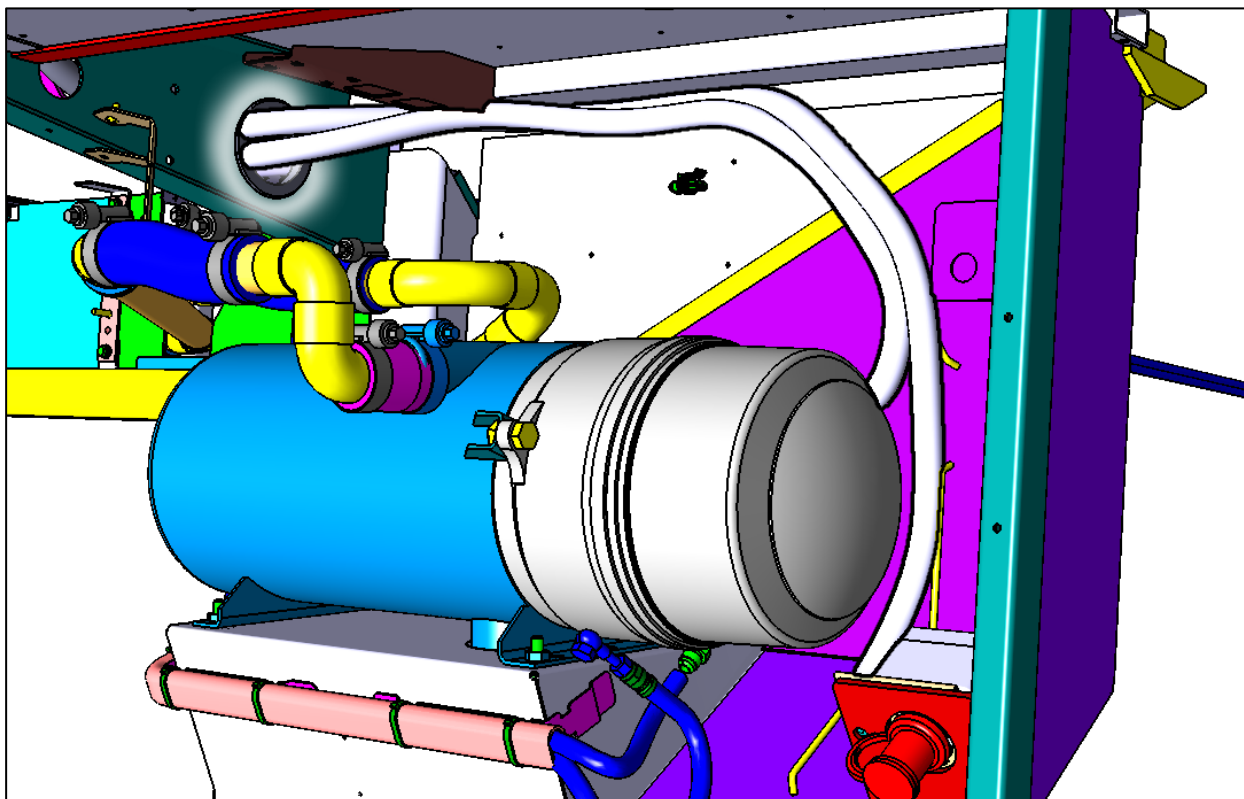

Figure 6 : disposition habituelle des câbles avec Volvo D13
**A2.** Pour les véhicules avec moteur **Volvo D13** avec ou sans système de préchauffage: effectuer une inspections visuelle attentive du câble et du passe câble. (Figure 6)